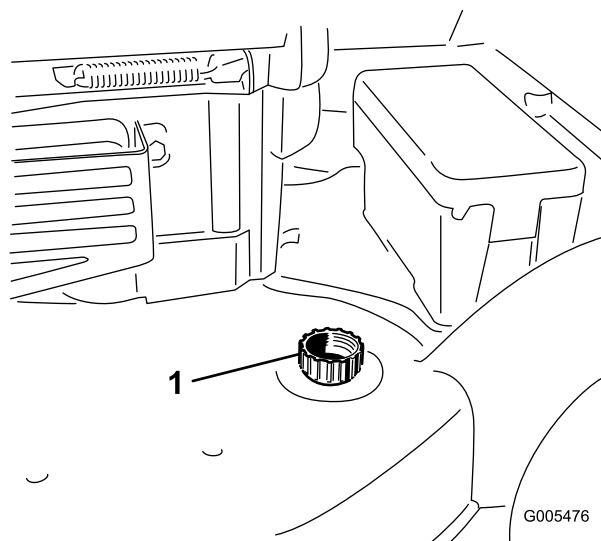

Figura 53
3. Collegate una canna da giardino al rubinetto dell'acqua ed al foro di lavaggio sulla scocca del tosaerba (Figura 53).